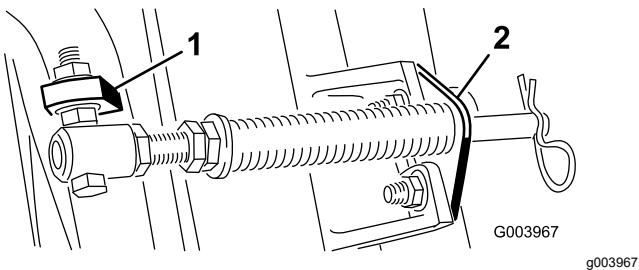

Figura 11
- C. Monte el perno del tubo del muelle a la otra pestaña del bastidor de tiro y fíjelo con la tuerca con arandela prensada. La cabeza del perno debe colocarse en el exterior de la pestaña, según se muestra en Figura 11.
- D. Monte el soporte de la varilla en las pestañas de la unidad de corte con los pernos de cuello cuadrado y las tuercas (Figura 11). Asimismo, en la unidad de corte, Monte la guía de los manguitos de la izquierda en la parte delantera de las pestañas de la unidad de corte al reinstalar el soporte de la varilla (Figura 13).